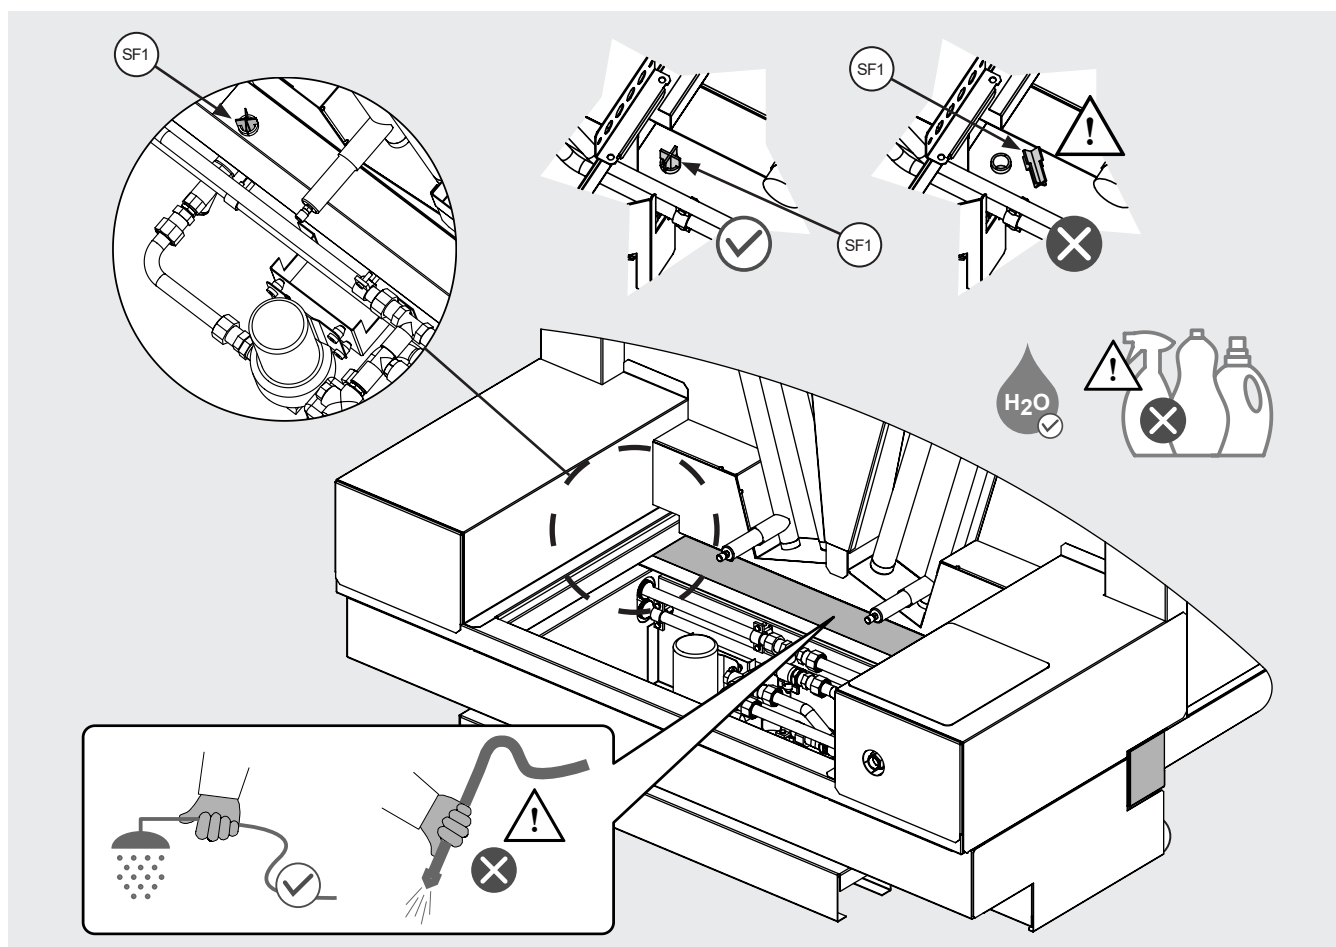

Figure 27
12.15.7 Nettoyer à l'eau courante non pressurisée, en veillant à ne pas endommager les connexions électriques et les capteurs de niveau, voir Figure 2 et Figure 27. Ne pas utiliser d'eau sous pression et/ou de substances nettoyantes ou agressives.
12.15.8 Nettoyer soigneusement le diviseur de débit SF1. Ne pas le retirer du boîtier. S'il a été retiré accidentellement, le repositionner. Voir la Figure 27.
12.16.1 Voir le point 2.9 pour une description fonctionnelle de l'interrupteur de niveau (W1) et de son emplacement. Le contacteur de niveau (W1) est situé à l'intérieur du réservoir de récupération externe (V2), voir la Figure 27.